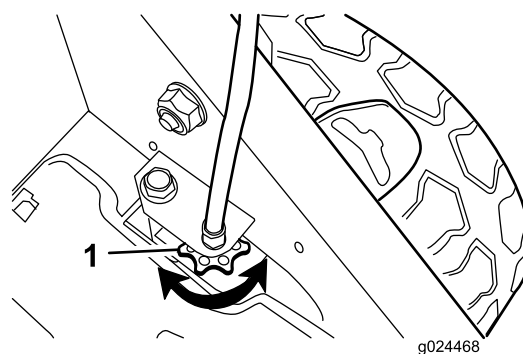

Figura 25
- Se le ruote non girano quando inserite la barra della trazione automatica, la cinghia di trazione è eccessivamente allentata. Ruotate la manopola di controllo trazione della ruota (Figura 25) in senso orario di 1 giro e ripetete le fasi da 4 a 6.
- Se le ruote girano prima dell'inserimento completo della barra della trazione automatica, la cinghia di trazione è eccessivamente tirata. Ruotate la manopola di controllo trazione della ruota (Figura 25) in senso antiorario di 1 giro e ripetete le fasi da 4 a 6.